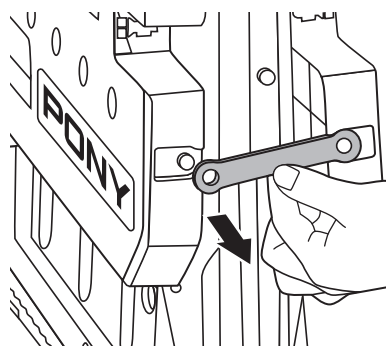

Figure 2
3. Retirer les sangles de sûreté de chaque côté. (figure 2)